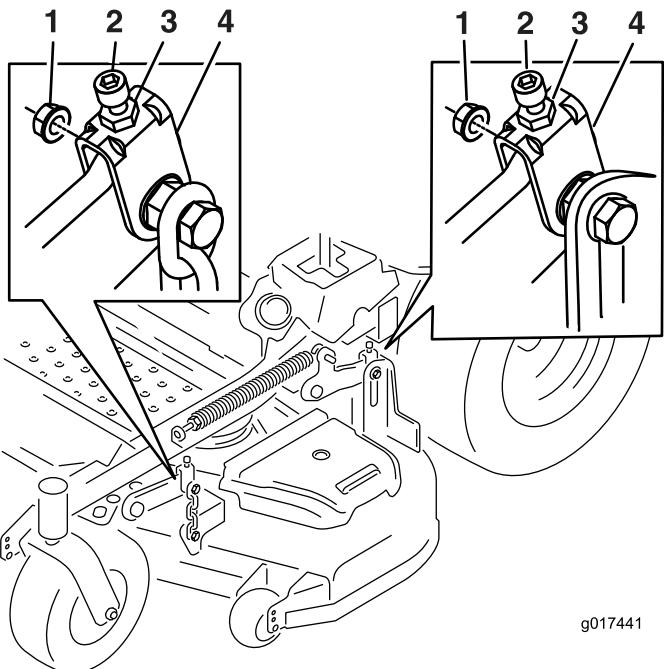

図 71
10. 必要であれば、ヨーク側面についているウイズロックナットと上部のジャムナットをゆるめる。所定の高さ (7.6 mm) が達成されるように調整ねじを使って微調整を行う (図 71 を参照)。
16. 所定の高さ(8.3 mm)が達成されるように調整ねじを使って微調整を行う(図71)。